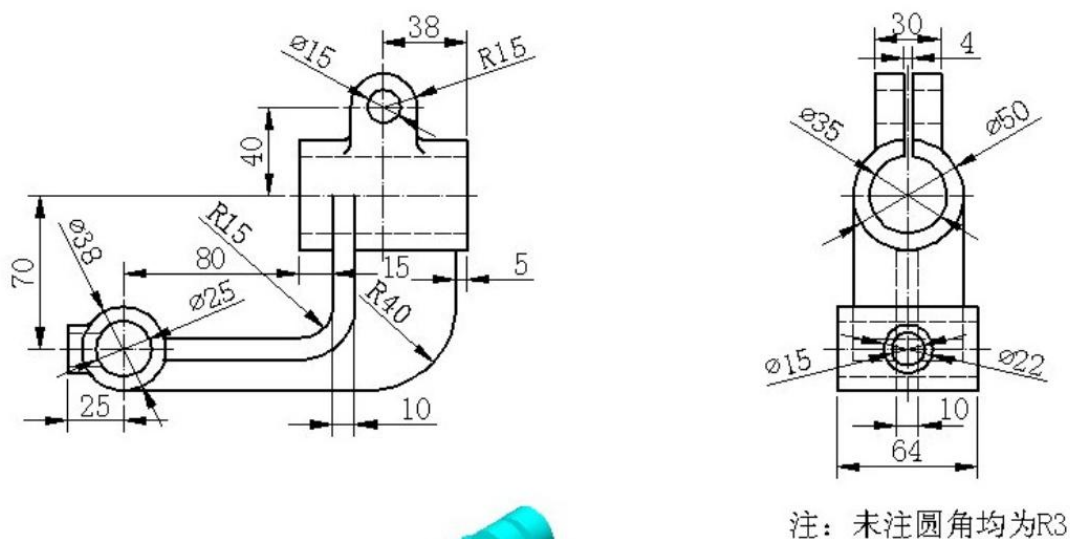

图 J1-4 三维零件 4
①在盘下建立考生文件夹，文件夹名称为“场次-工位号”，所有文件必须保存在考生文件夹中，否则记零分；
②文件名称为“J1-4”，保存在考生文件夹中；
③根据图 J1-4 所示尺寸完成三维建模；
④隐藏草图和创建的基准平面；
⑤考试过程中注意保存，考核结束时考试应立即停止操作，不得关闭电脑，离开考场。